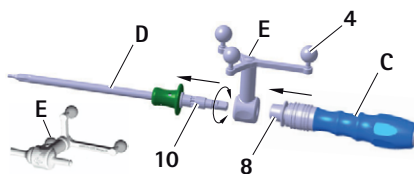

Fig. 8 Montaje del instrumento de la unidad en estrella de referencia (calibración con ICM 4) y del mango S⁴C (FW067R o FW165R) en el destornillador S⁴C
- Soltar el casquillo de bloqueo 8, ver Fig. 8. Asegurarse de que el mango S⁴C se encaja.